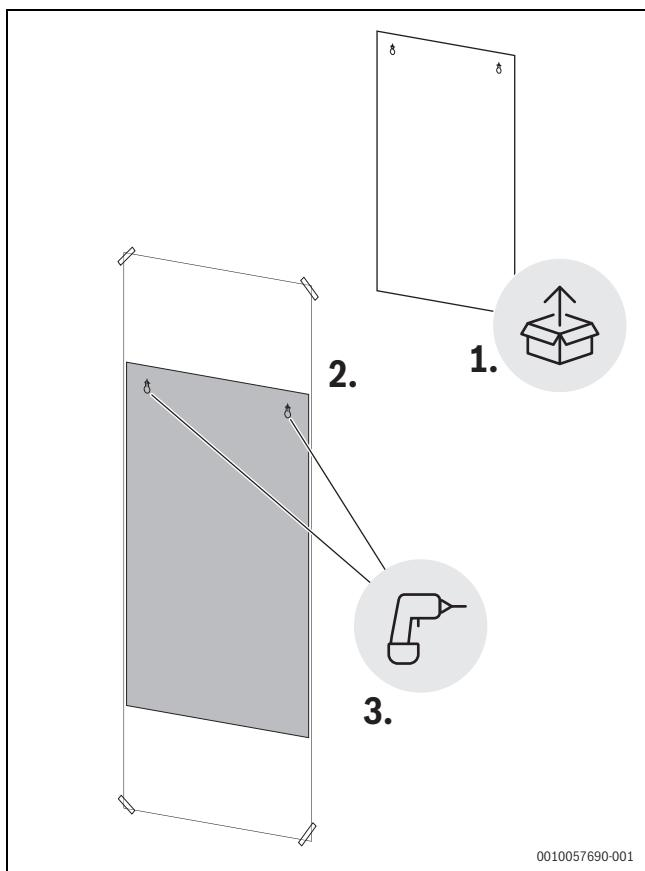

Bild 9 Bohrschablone
3. Die entsprechenden Bohrungen ($\varnothing 8 \text{ mm}$) durch die Schablone an den Befestigungspunkten anbringen, wie auf der Schablone angegeben (Fig. 9).